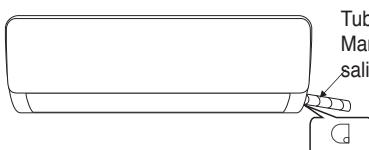
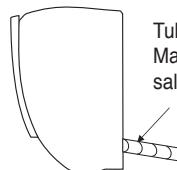

Fig.1
Fig.2
- Dependiendo de la posición de la unidad, la tubería puede salir por el lado izquierdo o el lado derecho (Fig. 1), o verticalmente por la parte trasera (Fig. 2) (dependiendo de la longitud de la tubería de la unidad interior). En caso de salida lateral, debe bloquear la salida situada en el lado opuesto.